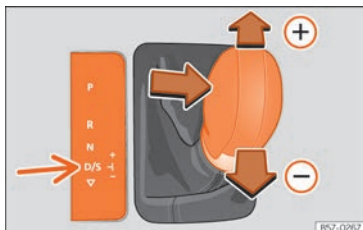

Fig. 245 Console centrale: cambio del rapporto di marcia con tiptronic.
- Tirare la leva selettoria in avanti (+) per inserire una marcia superiore »» **fig. 245**.